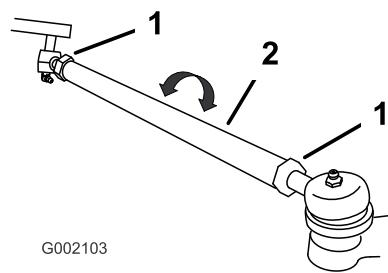

Figura 45
- Si la distancia no es de 0–6 mm, afloje las contratuerzas en ambos extremos de las bielas (Figura 45).